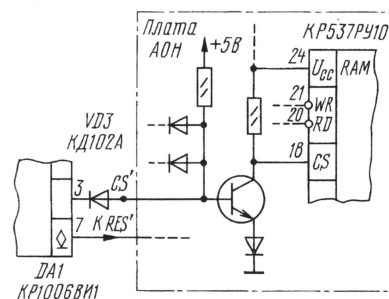

Рис. 4
2. Использовано ОЗУ КР537РУ10 (РУ8), схема выборки которого содержит транзистор [4]. Такое построение узла применяется почти во всех аппаратах на Z80 и довольно редко — в других АОНах. В этом случае надо установить диод VD3 и соединить проводником его анод с базой вышеуказанного транзистора, как показано на рис. 4.